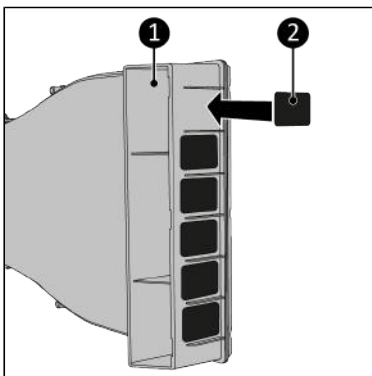

Figure 158.
3. Collez les six mousses antidérapantes de 30 x 40 mm (Figure 158, pos. 2) sur les 6 espaces à l'avant du Way-out (Figure 158, pos. 1).